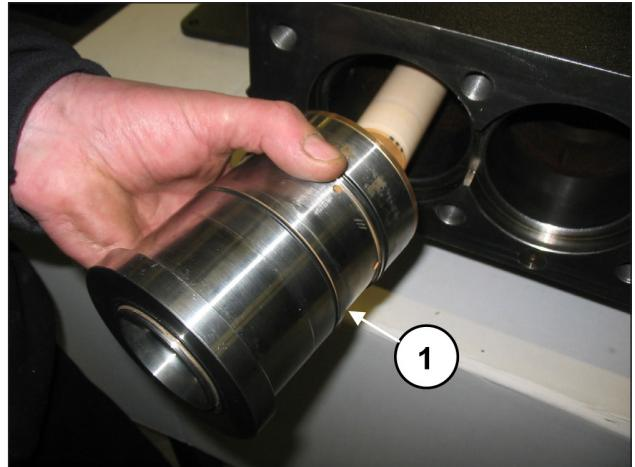

Рис. 159
Вставьте до упора заранее собранный узел рубашки и опоры уплотнений (вместе с двумя уплотнительными кольцами O-ring) (поз. ①, Рис. 159).